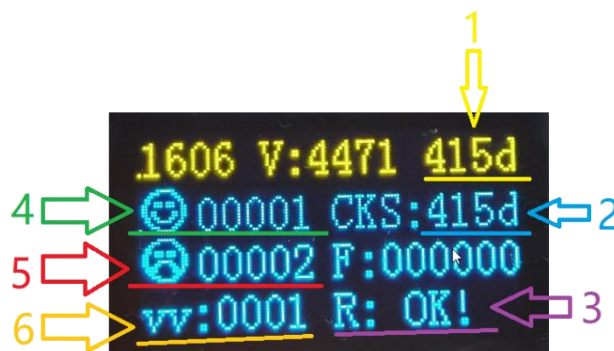

图 27. OLED 屏幕显示烧录结果
2.3.2.9: 烧录器 OLED 屏幕在烧录结束时，也会有相应信息显示，具体如图 27 所示。
2.3.3.2: 手工脱机烧录: 先将芯片连接到烧录器上, 具体的连接方法与在线烧录时保持一致, 然后只需要按下图 31 中红框所示的按键, 即可进行烧录。可以通过 OLED 屏幕看到烧录的结果。详细信息见图 27 所示。
1、需要用到烧录器上的机台通讯接口, 如图 32 所示。红框位置是烧录器的机台连接位置, 使用图 33 所示的连接线的红框一端连接烧录器, 绿框一端连接机台。烧录的结果同样可以通过 OLED 屏幕和烧录指示灯看到, OLED 屏幕的详细信息见图 27 所示。